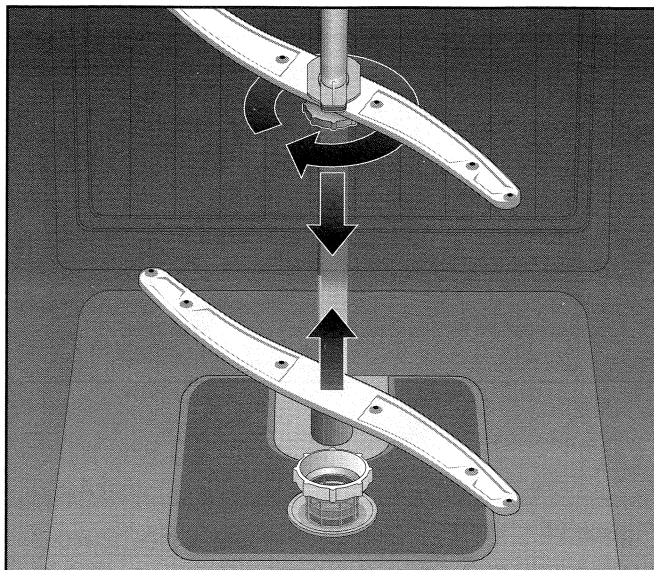

Figure 15
- > Le bras supérieur est maintenu en place par une rondelle de blocage qui peut être retirée en la tournant d'environ 1/8 de tour. Voir la figure 15.